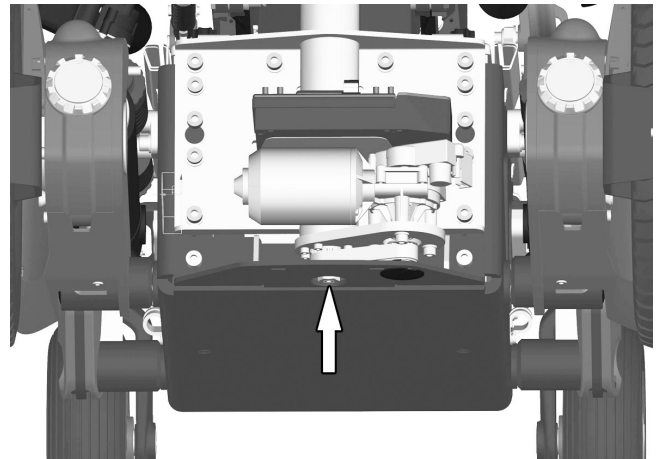

Abbildung 67. Gummischutz unter dem Fahrgestell entfernen, um die Achse der Sitzhöhenverstellung zugänglich zu machen.
9. Gummischutz unter dem Fahrgestell entfernen, um die Achse der Sitzhöhenverstellung zugänglich zu machen. Siehe Abbildung. 67.
Mitgelieferten Blockschlüssel (16 mm) anwenden, um die Sitzhöhenverstellung von Hand durch Drehen der Höhenverstellungsachse einzustellen. Sie ist durch die Öffnung an der Unterseite des Fahrgestells erreichbar. Siehe Abbildung. 67.